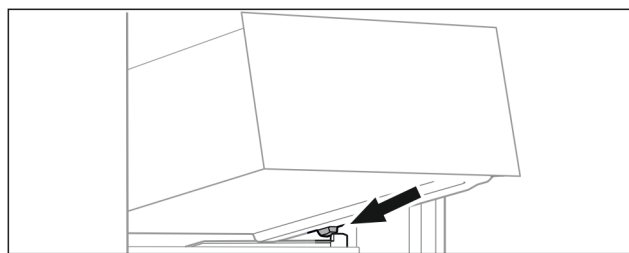

Fig. 67
- Predal postavite v poševnem položaju za zaustavljalniki na nastavek za posodo. (glejte Fig. 67)